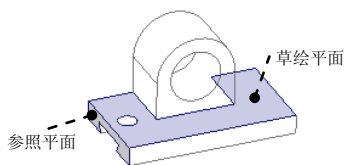
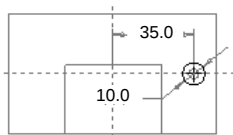

图 5.2.61 选取草绘平面与参照平面
图 5.2.62 截面草绘图形
(1) 选取命令。在操控板中单击按钮，然后在弹出的界面中单击按钮，系统弹出“草绘”对话框。
(2) 定义截面草图的放置属性。
- ① 定义草绘平面。选取图 5.2.61 所示的零件表面为草绘平面。
- ② 定义草绘视图方向。采用模型中默认黄色箭头方向为草绘视图方向。
- ③ 对草绘平面进行定向。
- a) 指定草绘平面的参照面。选取图 5.2.62 所示的拉伸面作为参照平面。
- ④ 在“草绘”对话框中单击 **草绘** 按钮，进入草绘环境。
- (3) 创建图 5.2.62 所示的截面草绘图形。
- ① 进入截面草绘环境后，接受系统的默认参照。
- ② 绘制截面几何图形，建立约束并修改尺寸。
- ③ 完成绘制后，单击“草绘”工具栏中的“完成”按钮 .